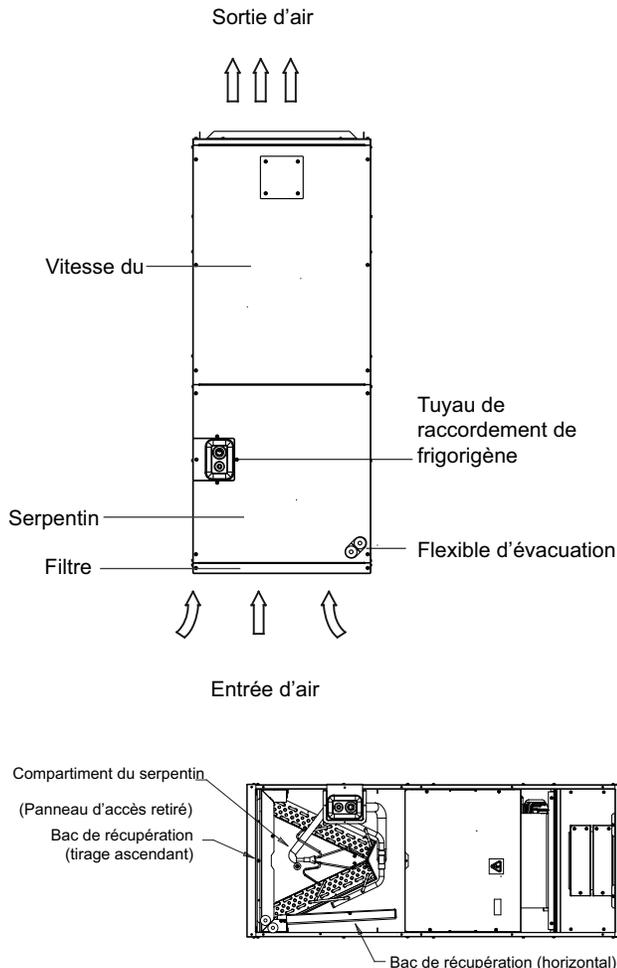

Figure 15 – Représentation du module intérieur
- Les illustrations dans ce manuel sont données à titre d'exemple uniquement. La forme réelle de votre module intérieur peut varier légèrement. Consultez la fig. 15. La forme réelle prévaut.